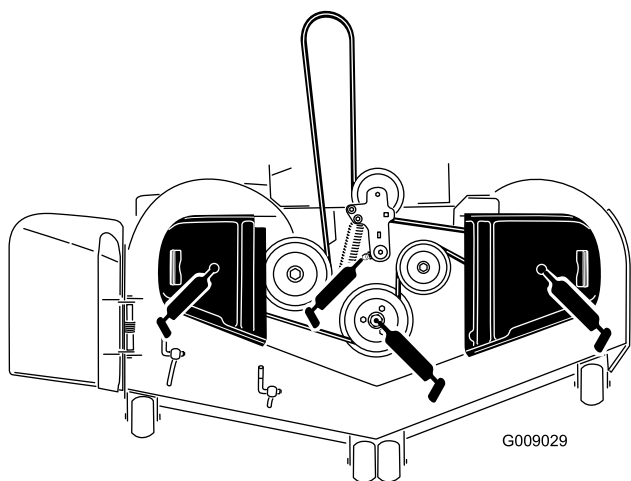

Figure 40
3. Graissez le pivot de la poulie de tension du tablier de coupe jusqu'à ce que la graisse ressorte par le bas (Figure 40).
4. Lubrifiez les roulements des trois axes jusqu'à ce que la graisse sorte par les joints inférieurs (Figure 40).
5. Graissez le bras de la poulie de tension de la courroie d'entraînement (Figure 40).